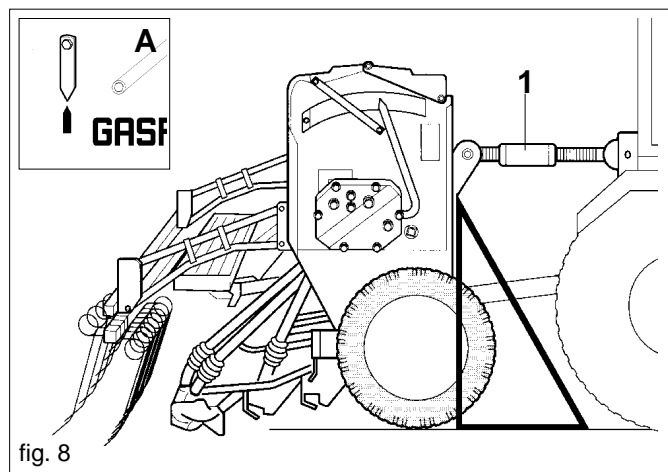

fig. 8
- 1) Conectar la sembradora al gancho de tres puntos del tractor; los pernos se tienen que conectar con las clavijas al efecto; mediante el tirador de regulación (1 Fig. 7-8), situar la sembradora perpendicularmente al terreno (Fig. 8). Controlar que el indicador de posición del flanco izquierda (A Fig. 8) se encuentre en la posición correcta (vertical) y eventualmente obrar sobre el tercer punto.